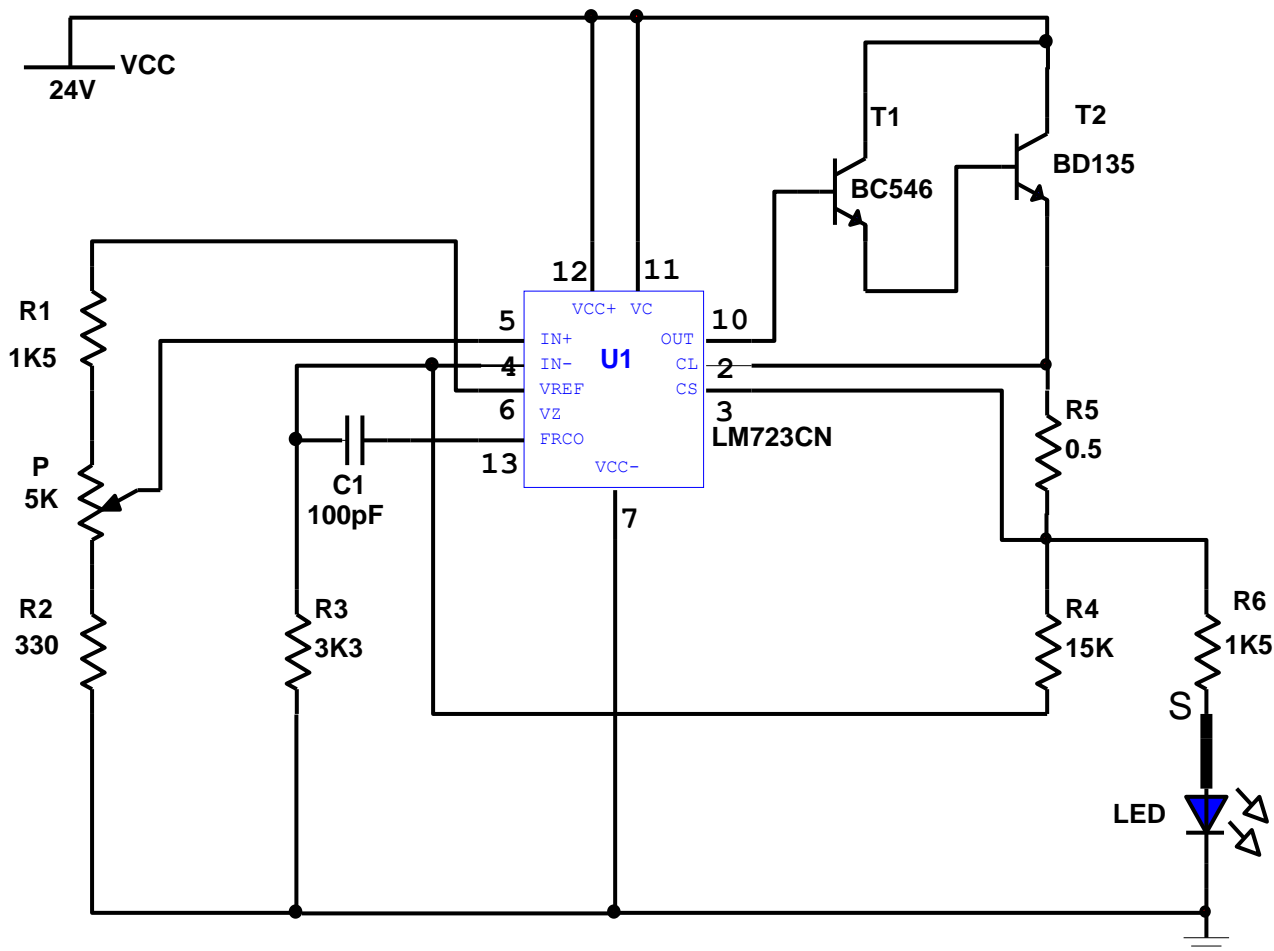

Figura 2. Stabilizator de tensiune reglabilă cu LM 723
1. Realizează cu simulatorul schema electronică din figura 2 și verifică dacă funcționează corect.
2. Realizează pe placa de probă montajul schemei electronice din figura 2.